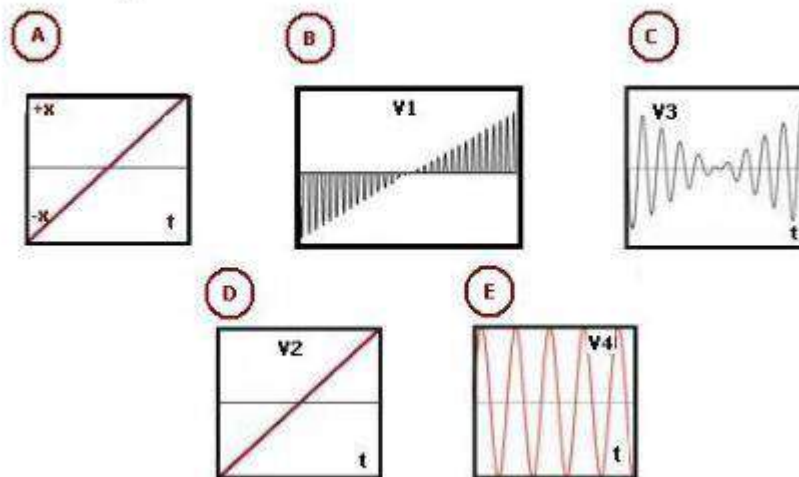

Figura 2
- b) Associe à entrada/saída de cada bloco o correspondente sinal do conjunto apresentado na figura 2. Justifique sucintamente.